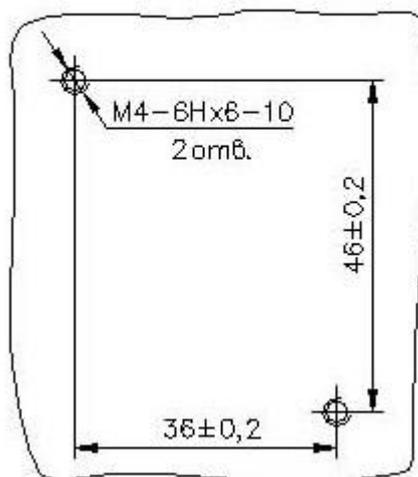

Рис. 7
- Закрепить согласующий усилитель на неподвижной поверхности. Разметка под установку согласующего усилителя приведена на Рис.7.